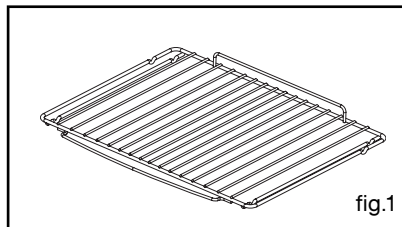

fig.1
• Grille sécurité avec poignée (fig.1)